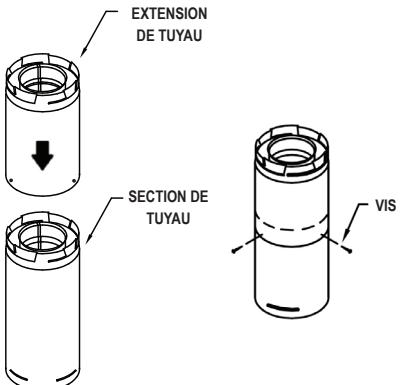

Figure 15
(1) S'il faut respecter des longueurs ou des distances exactes entre les coudes ou ailleurs, utiliser des rallonges de tuyaux pour ajuster les sections de tuyau standard. Lorsque la distance de la rallonge de tuyau est définie, fixez-la à l'aide des 3 vis autotaraudeuses fournies (**Fig. 15**).
(2) Si un déport est nécessaire dans le grenier pour éviter les obstacles, il est important de soutenir le conduit de ventilation afin d'éviter